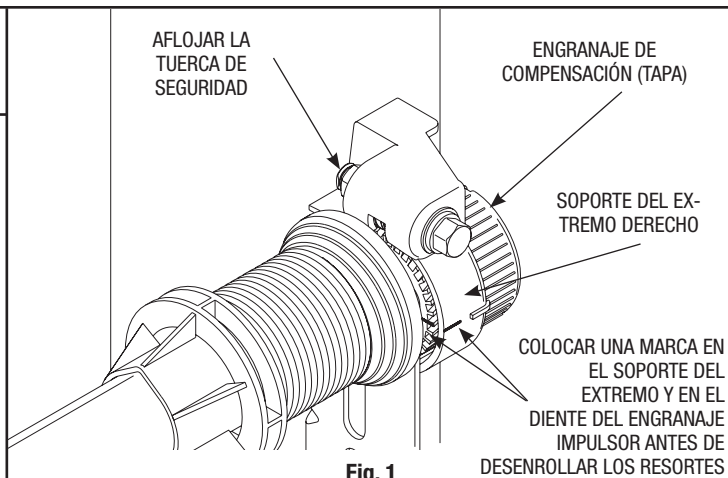

Fig. 1
Paso 1: si la tapa del engranaje de compensación es negra, coloque una marca en el diente del engranaje impulsor y una marca adyacente en el soporte del extremo derecho (Fig. 1). Afloje la tuerca de seguridad usando una llave de tuerca de 7/16" y continúe con el paso 2.